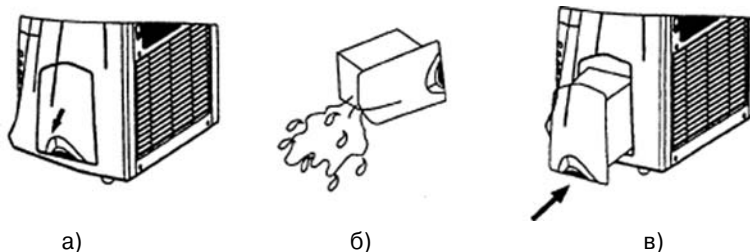

Рис.6.2
- Пользуясь ручкой, медленно выньте емкость из кондиционера (рис.6.2 а)
- Вылейте из нее накопившийся конденсат (рис.6.2 б)
- Высушите емкость и установите ее на место (рис.6.2 в)